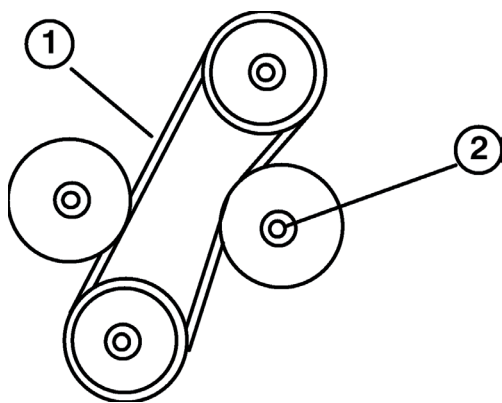

Bild 33
3. Die Riemendurchbiegung in der Mitte zwischen den Riemenscheiben bei 22 Nm sollte 6 mm betragen (Bild 33). Wenn das nicht der Fall ist, gehen Sie zu Schritt 4. Andernfalls fahren Sie mit Schritt 5 fort.
4. Lösen Sie die Sicherungsmutter, mit der die verstellbare Spannscheibe befestigt ist (Bild 33). Bewegen Sie die Spannscheibe in Richtung Riemen, bis die gewünschte Durchbiegung erreicht ist, und ziehen Sie dann die Sicherungsmutter der Spannscheibe an (Bild 33).
2. Lösen Sie die Sicherungsmutter, mit welcher die verstellbare Spannscheibe befestigt ist, bewegen Sie die Scheibe vom Antriebsriemen weg und nehmen Sie den Antriebsriemen von den Scheiben ab (Bild 33).
3. Bringen Sie den neuen Riemen an und stellen Sie die Spannung ein. Bewegen Sie die Spannscheibe in Richtung des Antriebsriemens, bis sich der Riemen bei einer Belastung von 22 Nm in der Mitte zwischen der oberen Scheibe und der stationären Spannscheibe 6 mm Durchbiegung aufweist. Ziehen Sie die Sicherungsmutter der Spannscheibe an, damit die Einstellungen beibehalten werden (Bild 33).